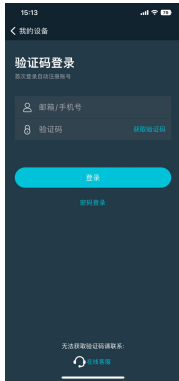

图 5
- ◆ 使用手机号或电子邮箱获取验证码登录(首次登录自动注册账号); (图5)